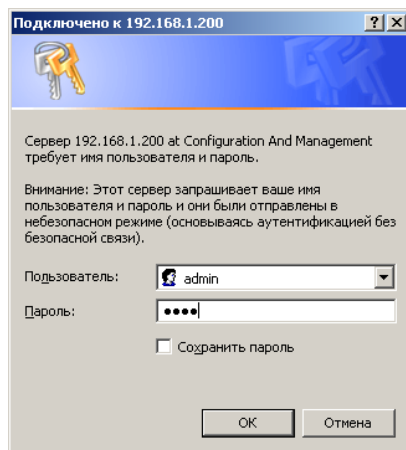

Рисунок 9 – Окно ввода пароля
7.4.1 Вход на эту страницу защищен паролем (рисунок 9), который требуется ввести в следующем окне: